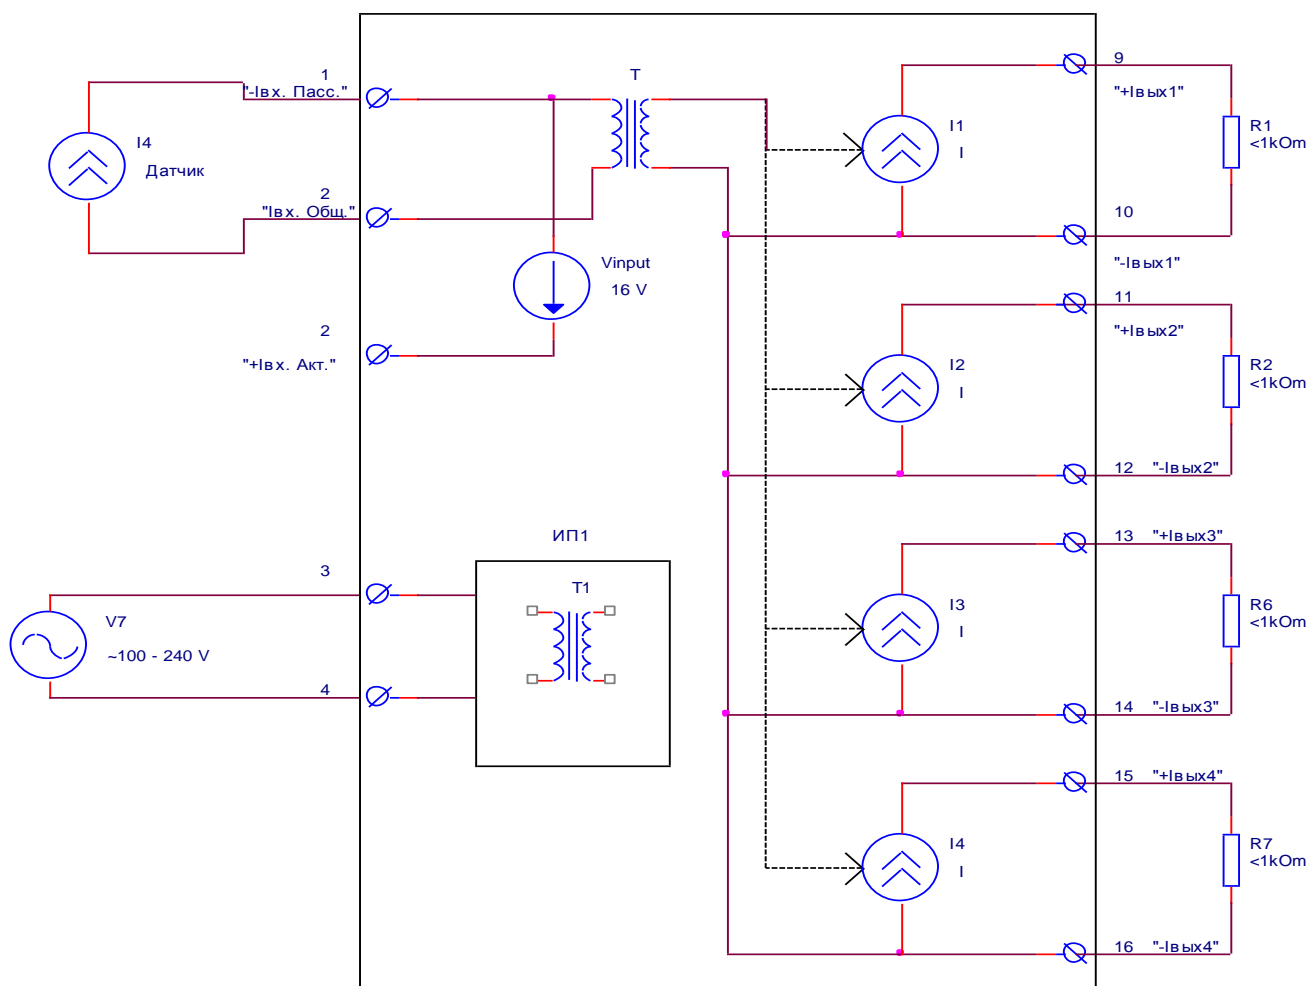
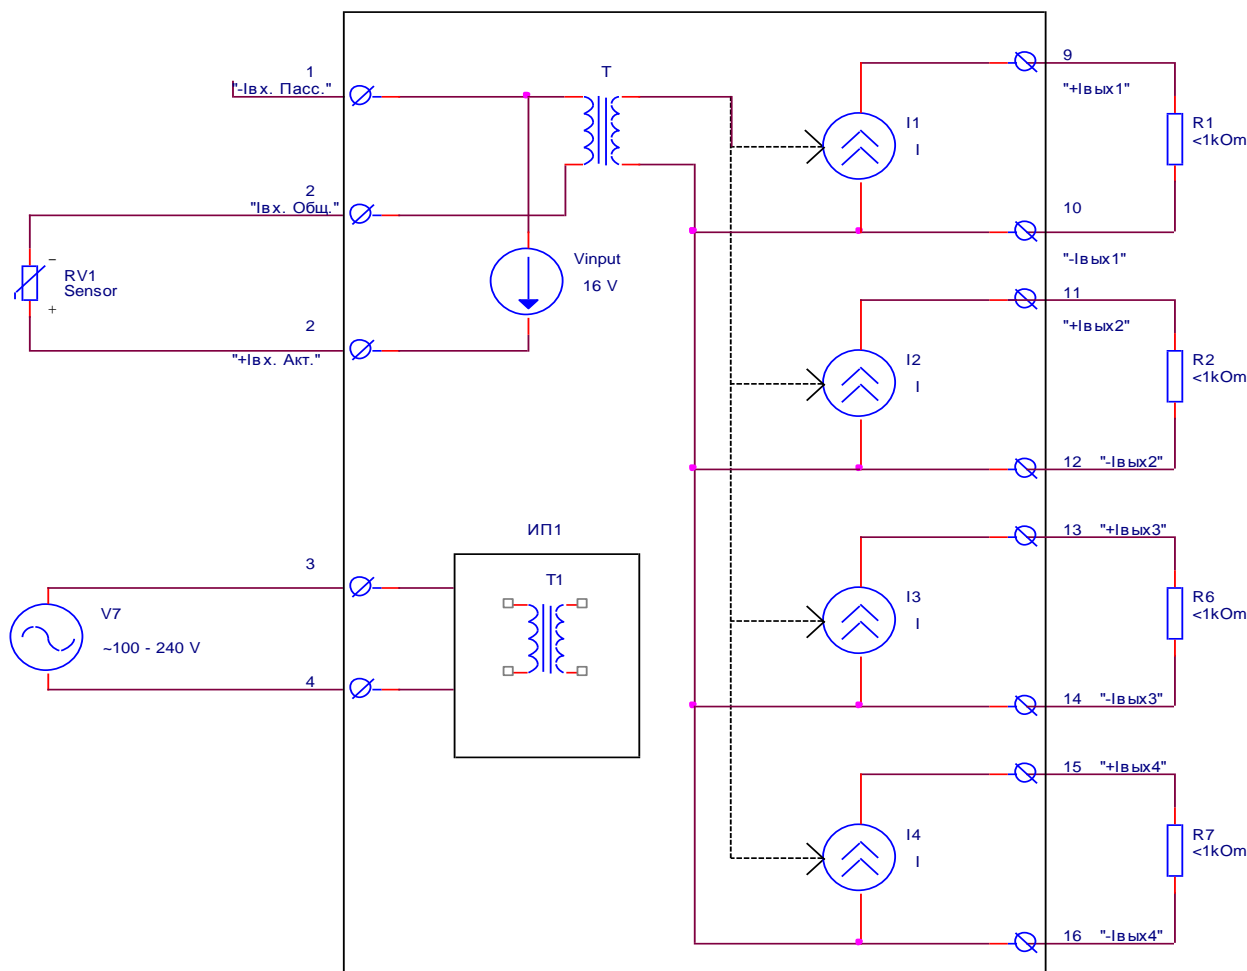

Рис.1 Схема подключения ТРПС 1-4-1 при использовании активного источника сигнала 4-20 мА.
Рис.2 Схема подключения ТРПС 1-4-11 при использовании пассивного источника сигнала 4-20 мА.
2.2 Прибор имеет возможность работать как с пассивным мА (клеммы Iвх Общ. и +Iвх Акт) (Рис.1), так и с активным источником сигнала 4-20 мА (клеммы «-Iвх Пасс. и Iвх Общ.». (Рис. 2.).